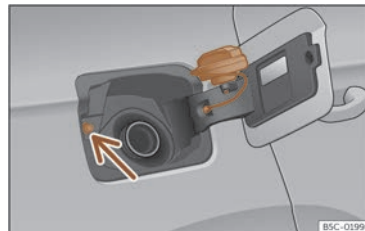

Fig. 206 Trappe à carburant avec bouchon ouvert.
Évitez de toucher le bouton de verrouillage de la trappe à carburant » » **fig. 206** (flèche). Le système comprendrait que vous avez terminé et vous ne pourrez plus faire le plein. Rappuyez sur la touche  de la porte du conducteur pour continuer.
• Placez le bouchon dans le logement se trouvant sur la charnière de la trappe à carburant ouverte » » **fig. 206** .